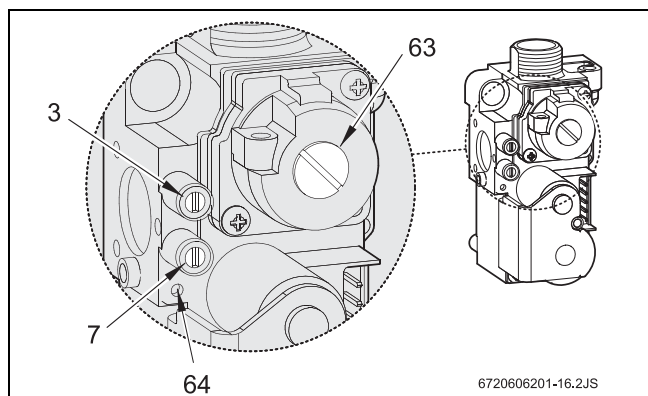

Рис. 23 Газовая арматура
- ▶ Снять опломбированный колпачок установочного винта газа (63) (Рис. 23).
- ▶ Установочным винтом (63) установить максимальный расход газа (Таб. 9).